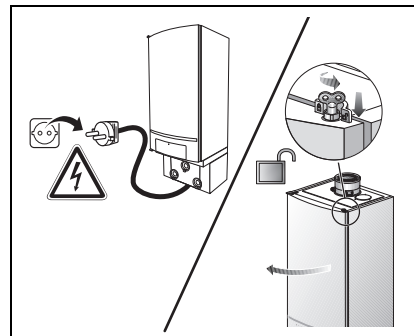

Fig. 2
- Togliere la corrente all'impianto di riscaldamento (fig. 2, pos. A).
- Allentare di un quarto di giro la chiusura dello sportello della caldaia con la chiave di sfiato (fig. 2, pos. B, zoom).
- Premere la chiusura verso il basso (fig. 2, pos. B) e aprire lo sportello della caldaia.
- Desligar a corrente da instalação de aquecimento (fig. 2, pos. A).
- Soltar o fecho da porta da caldeira com a chave de purga em um quarto de volta (fig. 2, pos. B, lupa).
- Pressionar o fecho para baixo (fig. 2, pos. B) e abrir a porta da caldeira.